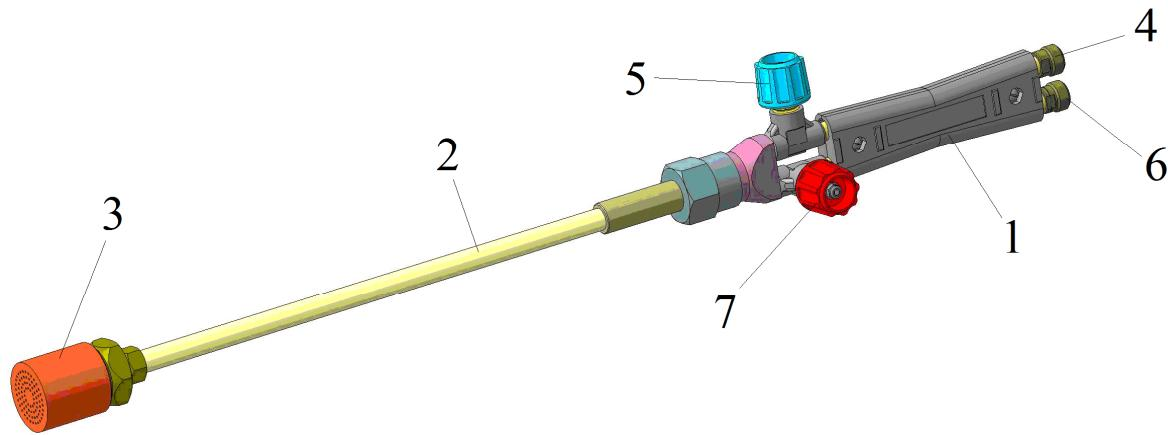

Рис.1. Горелка ГП-1 Шторм
4.1 Внешний вид и состав горелок ГП-1 см. Рис.1, 2.